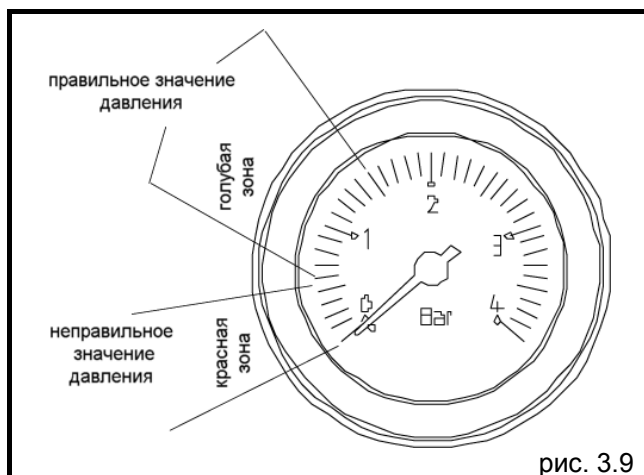

рис. 3.9
- откройте вентиль для заполнения воды (С) и держите его открытым, пока давление на гидрометре не дойдет до значения приблизительно 1 бар (рис. 3.9).